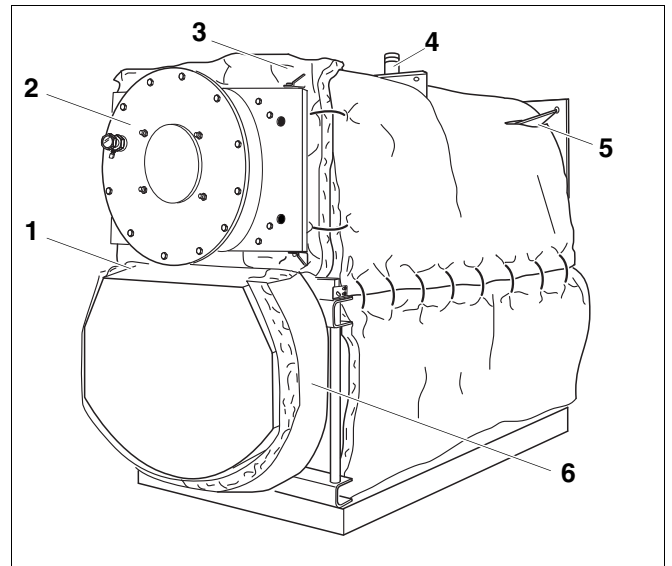
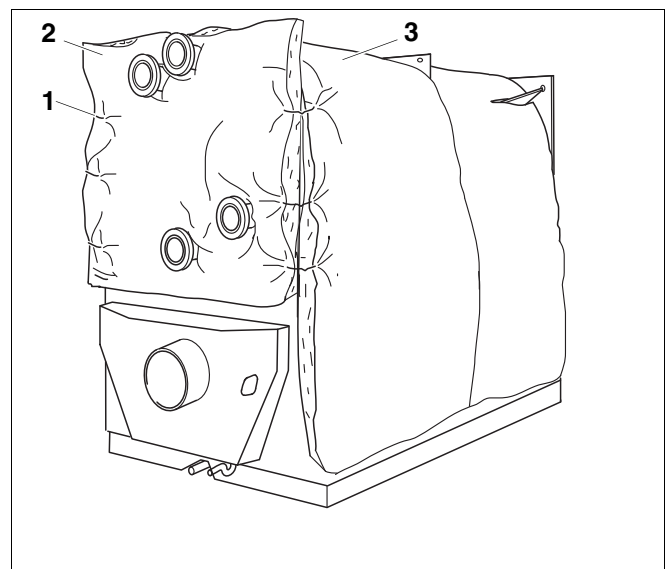

Рис.15 Теплоизоляция на дверце горелки и обратной камере
Рис.16 Теплоизоляция задней стенки
- ▶ Приложите теплоизоляционный мат с круглым вырезом [3] широким краем вверх к передней стенке корпуса котла и закрепите его 4 скобами (2 слева, 2 справа) к теплоизоляции корпуса (рис. 16, [3]).
- ▶ Вставьте теплоизоляционные маты дверцы горелки (рис. 15, [3], стр. 23) и задней стенки (рис. 16, [2], стр. 23) в верхнюю отбортовку на передней и задней траверсах.